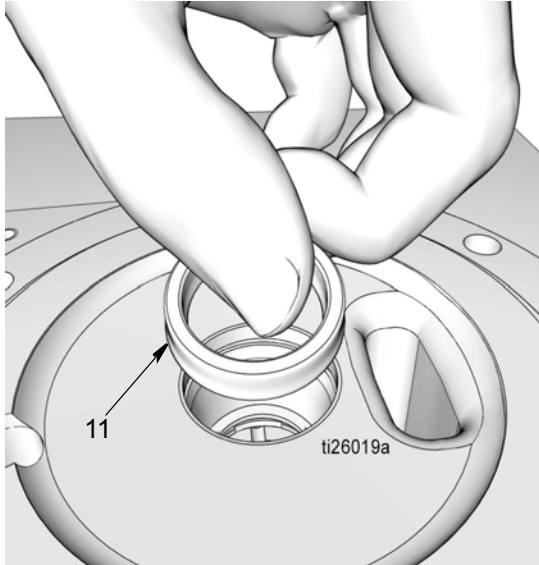

FIG. 33
- d. Mettre le joint (11). S'assurer que les lèvres du joint sont orientées vers le bas comme indiqué à la FIG. 33.